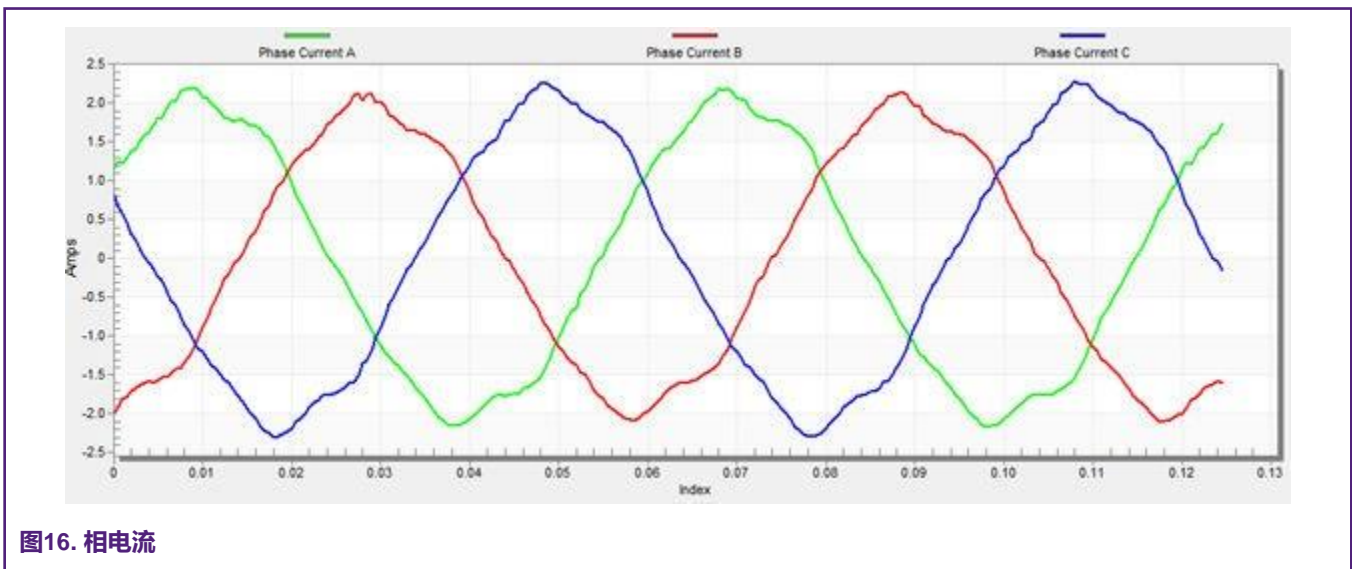

图16. 相电流
- 可通过直接改变V/Hz系数或使用向上/向下按钮找到V/Hz曲线的最佳比率。电机电流的形状应接近正弦形状（见图16）。